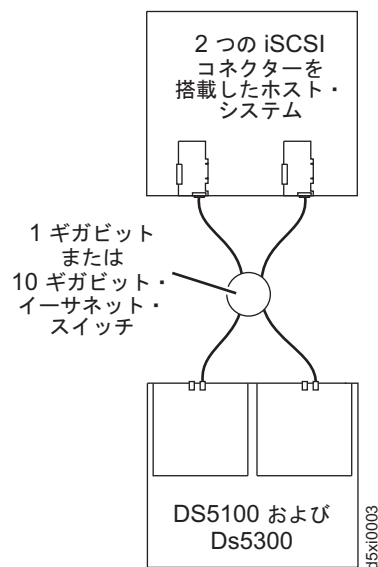

図 96. 単一ホスト、複数ポート構成の例
- 単一ホスト、複数ポート構成 (159 ページの図 96)
159 ページの図 96 に、複数ポート、単一ホスト構成の例を示します。複数の iSCSI ポートを使用するシステムは、単一ポート iSCSI 接続と比較してパフォーマンスが向上する場合があります。